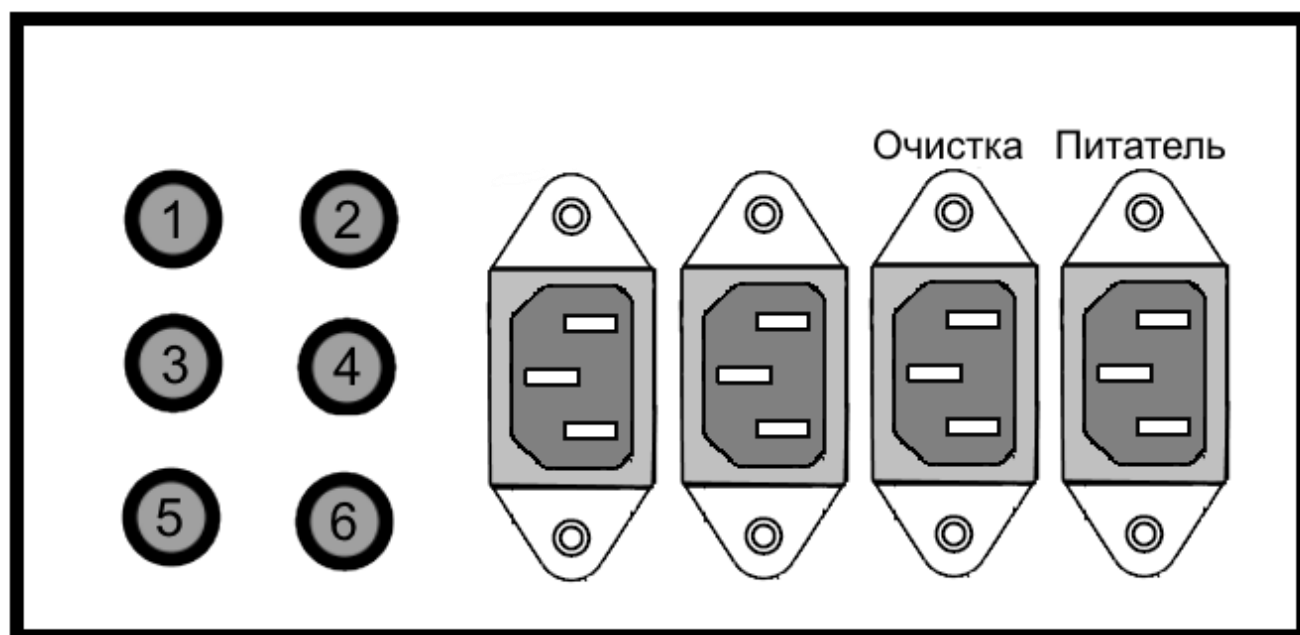

Рисунок 1 – Задняя панель регулятора AIR BIO OVEN.
– Разъёмы подключения внешних устройств к регулятору находятся на задней панели устройства (рис. 1).